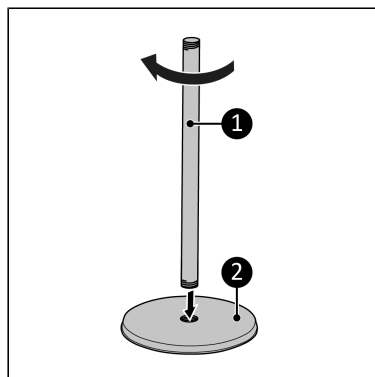

Figure 44.
2. Vissez le tube inférieur (Figure 44, pos. 1) sur le socle (Figure 44, pos. 2).